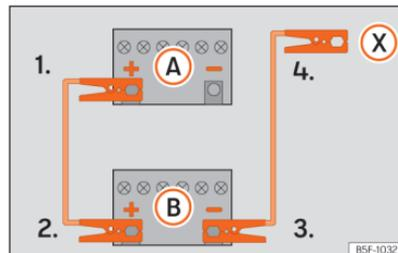

Fig. 195 Esquema de ligação para veículos sem sistema Start Stop.
2. Ligue uma extremidade do cabo *vermelho* de emergência ao polo positivo (+) do veículo com a bateria descarregada (A).
3. Ligue a outra extremidade do cabo auxiliar de arranque *vermelho* ao polo positivo (+) do veículo que fornece a corrente (B).
4. Veículos sem sistema Start-Stop: ligue uma extremidade do cabo preto de emergência ao polo negativo (-) do veículo que fornece a corrente (B) »» Fig. 195.